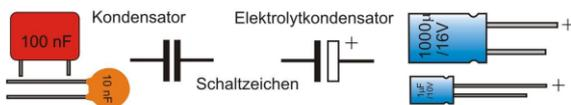

Bild 8: Gebräuchliche Kondensatortypen
Das einfachste Bauelement dieser Gruppe besteht aus zwei gegenüber liegenden Metallplatten. Legt man an sie eine Gleichspannung an, so fließt kein Strom, sondern die Platten laden sich auf und wirken sozusagen als Speicher, die eine bestimmte Kapazität aufnehmen können. Je größer die Fläche der Platten, um so mehr Kapazität - die übrigens in Farad (F) angegeben wird - können sie speichern. Wenn man die Spannung vom Kondensator trennt und die Platten mit einem Draht kurzschließt, entladen sie sich wieder. Bild 8 zeigt zwei unterschiedliche Bauformen: Links der normale Kondensator, rechts der Elektrolytkondensator, auch kurz als Elko bezeichnet. Dieser kann durch seine Aufbauweise wesentlich mehr Kapazität aufnehmen und speichern, da ein chemisches Substrat (Elektrolyt) integriert ist. **Wichtig:** Die Anschlüsse des Elkos sind gepolt, d. h., sie dürfen nicht vertauscht werden. Deshalb ist auch das Schaltzeichen anders. Die positive (Plus-)Seite besitzt ein weißes Feld, die negative ist schwarz.